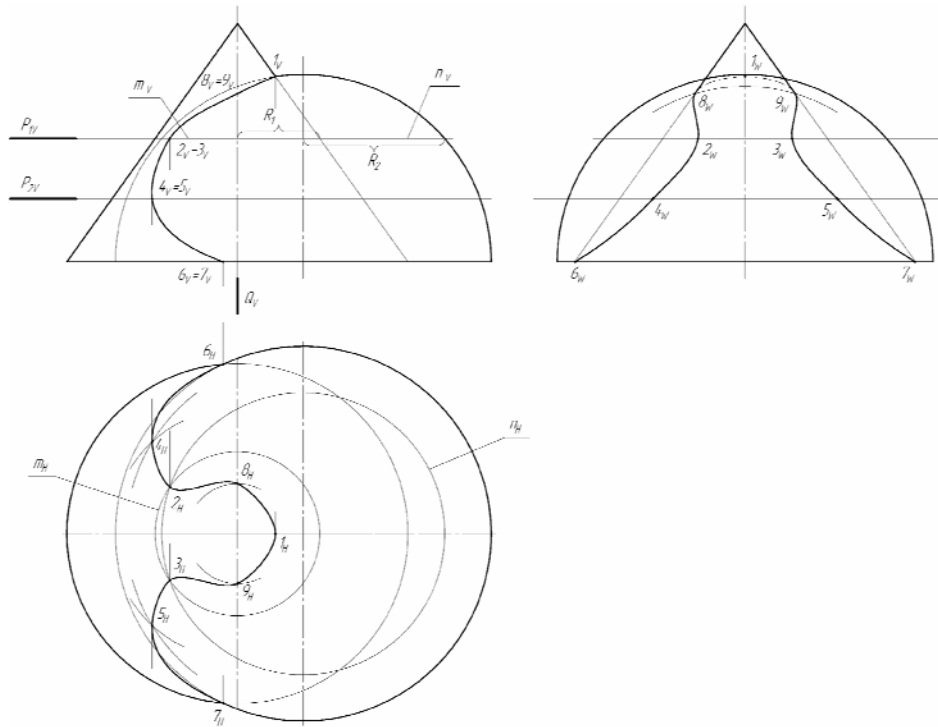

Рисунок 7 – Пример выполнения задачи №5
Рассмотрим пересечения конуса вращения со сферой. Отмечают особые точки 1, 6, 7. Они являются наивысшей (1) и самой низкой (6=7) точками линии пересечения. Промежуточные точки могут быть получены от пересечения данных поверхностей горизонтальными плоскостями P_{1V} , P_{2V} и т.д., т.к. дают графически простые линии (окружности - параллели). Плоскость P_{1V} пересекает конус по параллели m , сферу по параллели n . В пересечении этих параллелей находятся точки 2 и 3. Аналогично построение точек 4 и 5. Соединяем одноименные проекции построенных точек с учетом их видимости плавными кривыми и получаем проекции искомой линии пересечения. При построении профильной проекции линии пересечения необходимо определить особые точки 8 и 9, лежащие на крайних образующих конуса, при помощи вспомогательной плоскости Q_V (рисунок 7).